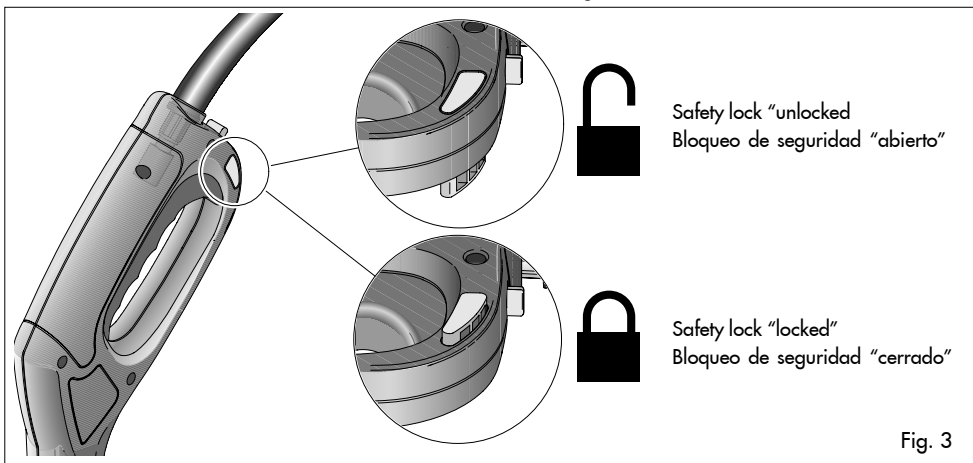

Fig. 3
3. Release gun safety if locked. (Fig. 3)
3. Libere la seguridad de la pistola si está bloqueada. (Fig. 3)